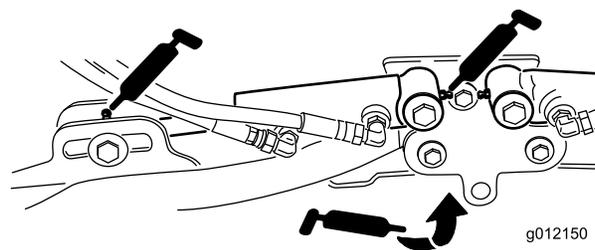

图47
- 滚刀组提升臂枢轴 (每个滚刀组 2 个) (图47)
- 提升臂枢轴（每个滚刀组 1 个）（图47）